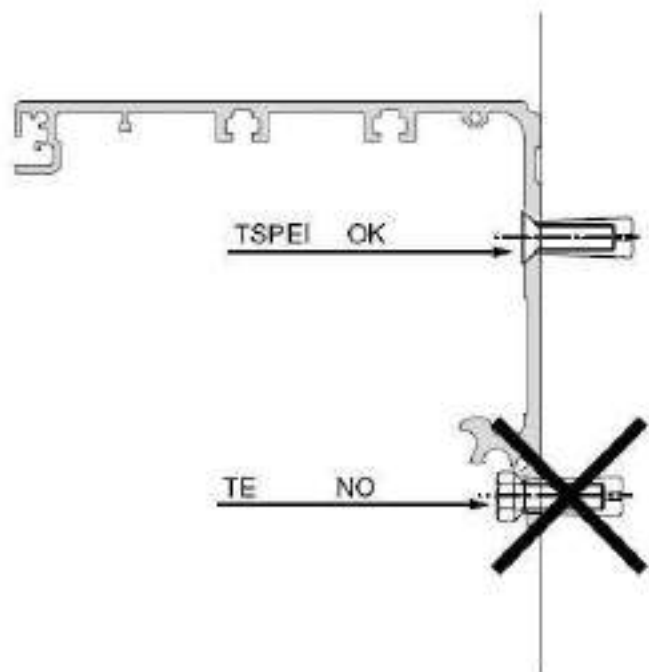
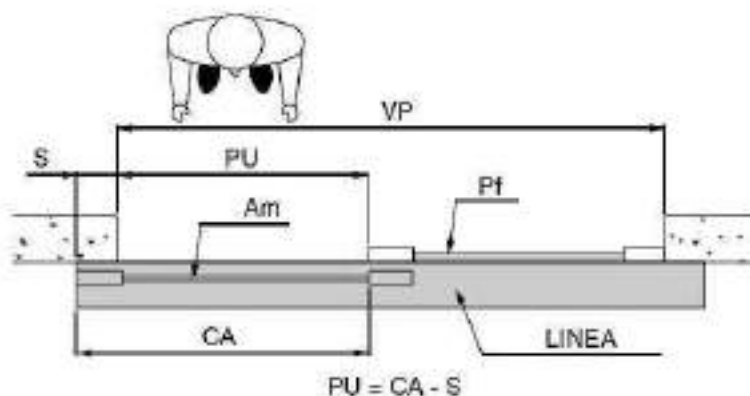

рис. 9
рис. 10
7.1. Крепление к стене (на дверной проем) (рис. 10)
ВНИМАНИЕ: для крепления короба используйте только винты с утопленной плоской головкой, какие показаны на рис. 9. Если это условие не будет выполнено, может произойти заклинивание с роликами скольжения. Для этого типа установки убедитесь, что ход створки «CA» равен полезному проходу «PU», плюс перекрытие «S», достаточное для полного закрывания створки (рис. 10).